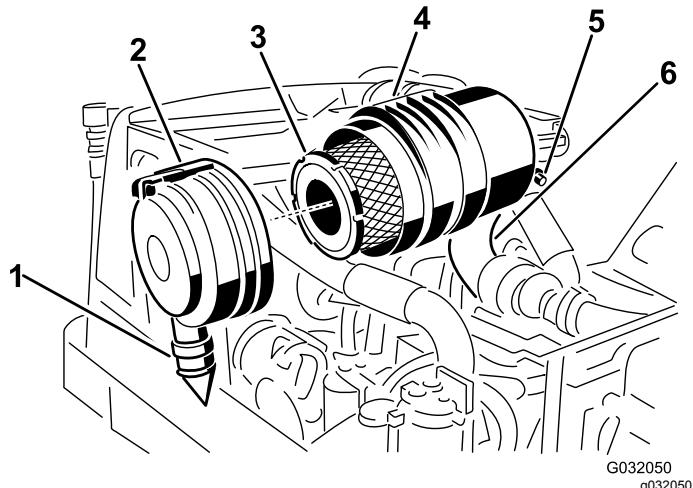

Рисунок 48
- Снимите фильтр грубой очистки (Рисунок 48).
3. Замените фильтр грубой очистки (Рисунок 48).
7. Установите крышку так, чтобы резиновый выпускной клапан находился в нижнем положении — примерно между «5 и 7 часами» при взгляде с торца, и зафиксируйте защелку (Рисунок 48).